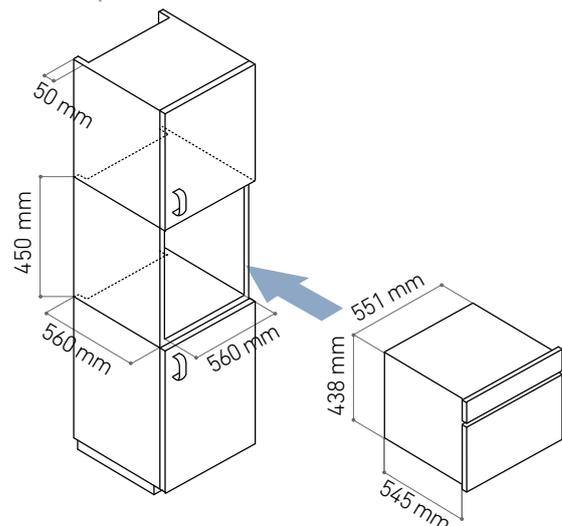

fig.5 Dimensioni della nicchia di incasso
**Nota:** per il corretto funzionamento dell'apparecchio è necessaria una canna fumaria di almeno 250 cm2 (Fig. 5) sul retro dell'apparecchio.